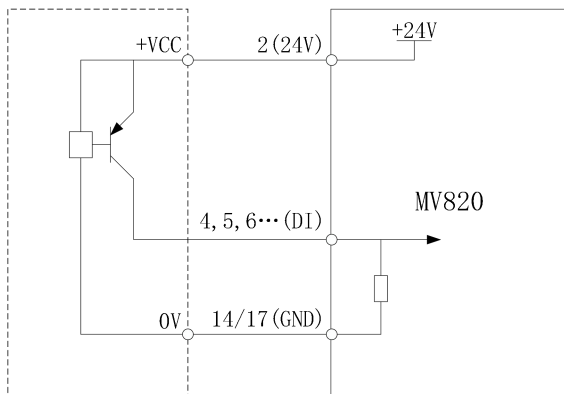

图 4-16 使用内部电源的 PNP 连接方式
- ② 使用变频器内部电源，外部控制器为 PNP 型的共发射极输出，接线方式如图 4-16 所示。